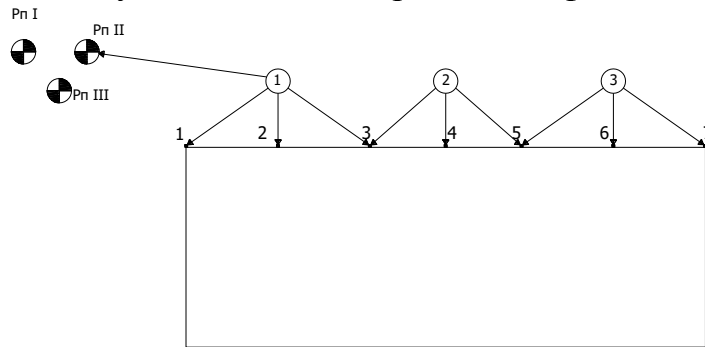

Рисунок 1
1. Определить величины осадок с 1 по 7 марку (рисунок 1) за 1 год наблюдений наблюдений. Построить график изменения осадок за наблюдаемый период. Изобразить схему возможных повреждений фасада здания.